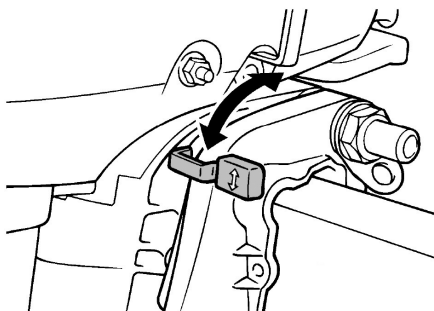
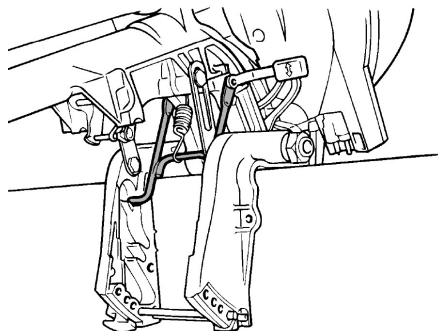
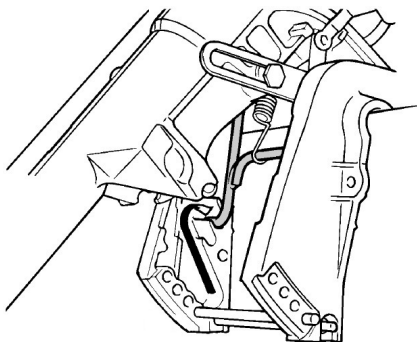

Рис. 37 Рычаг фиксации наклона F20AFWS
Рис. 38 Упор для поддержания мотора в наклонённом положении
Рис. 42 Положения упора для эксплуатации на мелководье
2. Наклоните мотор. Для F20AFWS: переведите рычаг наклона мотора в верхнее положение (Рис. 37), возьмитесь за рукоятку в задней части кожуха двигателя, наклоните мотор в самое верхнее положение и опустите его на упор (Рис. 38).
Для остальных моделей: возьмитесь за ручку в задней части кожуха двигателя, наклоните мотор в самое верхнее положение и опустите его на упор (Рис. 38).
1. Переведите рычаг наклона мотора в нижнее положение (Рис. 37).
- Положение штока изменения наклона нужно регулировать так, чтобы на максимальной скорости лодка шла параллельно поверхности воды (Рис. 38).
Для F20AFWS: переведите рычаг наклона мотора в верхнее положение (Рис. 37), возьмитесь за рукоятку в задней части кожуха двигателя и наклоните лодочный мотор до положения более высокого наклона (Рис. 42). Остальные модели: возьмитесь за ручку на кожухе двигателя и наклоните мотор в положение более высокого наклона (Рис. 42). При этом подпружиненный упор для поддержания мотора в наклоненном положении автоматически войдет в зацепление и зафиксирует мотор в нужном положении.